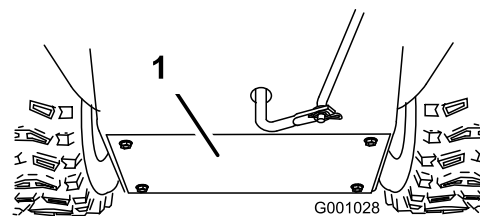

Bild 42
3. Entfernen Sie die hintere Abdeckung (**Bild 42**).